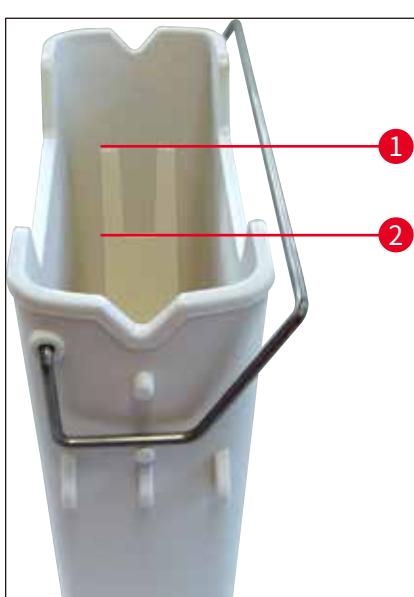
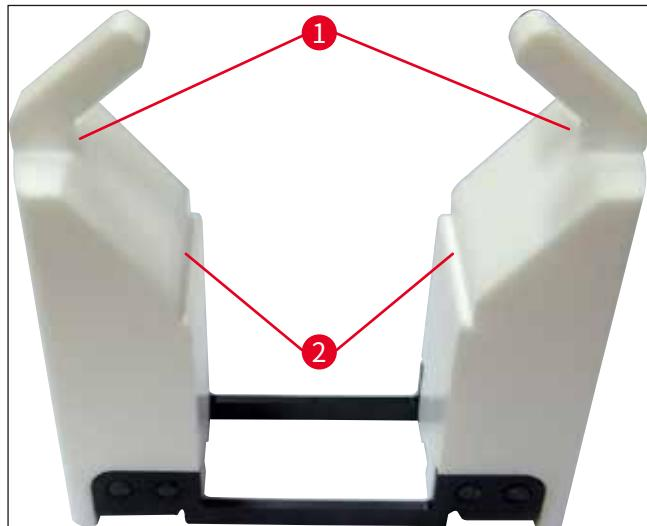

图 66
图 67
检查试剂缸手柄是否正确安装到试剂缸。如果未正确安装,则根据 (→ “图 66”) 紧固手柄。
- 不管填充哪种试剂缸,都要注意试剂缸内部的填充液位(→“图 66”) (→“图 67”)。
- 如果试剂缸中使用了用于特殊染色的插件(→“图 67”),以减少试剂量,应先将它们插入到试剂缸中,然后至少将试剂填充到所示的最低填充液位(→“图 67-2”),但不高于最高填充液位(→“图 67-1”)。